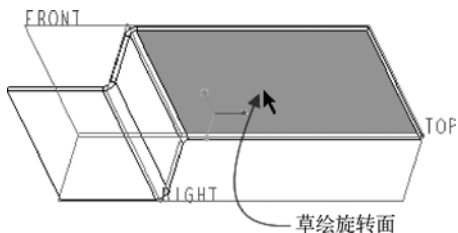

图 5-32 指定草绘放置面
- (1) 在功能区“模型”选项卡的“编辑”组中单击 (分割区域) 按钮, 打开“分割区域”选项卡。
- (2) 在图形窗口中单击图 5-32 所示的钣金曲面作为草绘放置面, 快速进入草绘器。